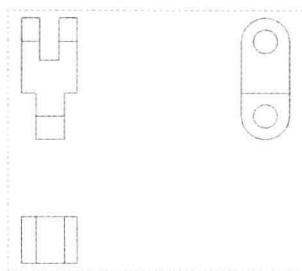

图 12-70 图形文件
Step 01 按【Ctrl+O】组合键，打开图形文件，如图 12-70 所示。